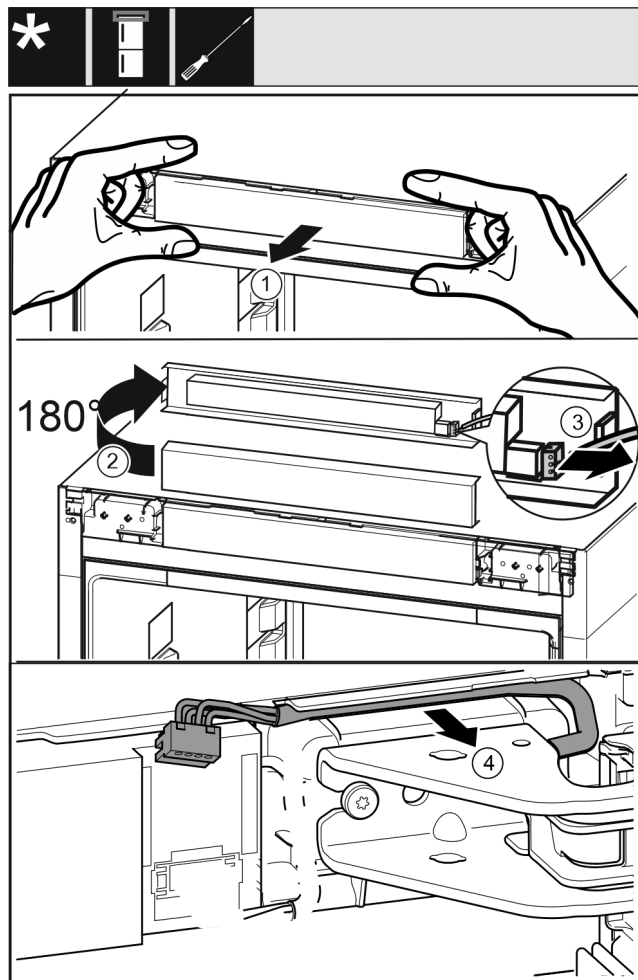

Fig. 19
- ▶ Poluzować ostrożnie zaślepkę panelu obsługowego urządzenia do przodu. Fig. 19 (1)
- ▶ Obrócić zaślepkę panelu obsługowego do góry o 180°. Fig. 19 (2)
- ▶ Docisnąć zaczepek do tyłu i wyciągnąć ostrożnie wtyczkę. Fig. 19 (3)
- ▶ Ostrożnie wyjąć kabel znajdujący się nad płytką zawiasu. Fig. 19 (4)